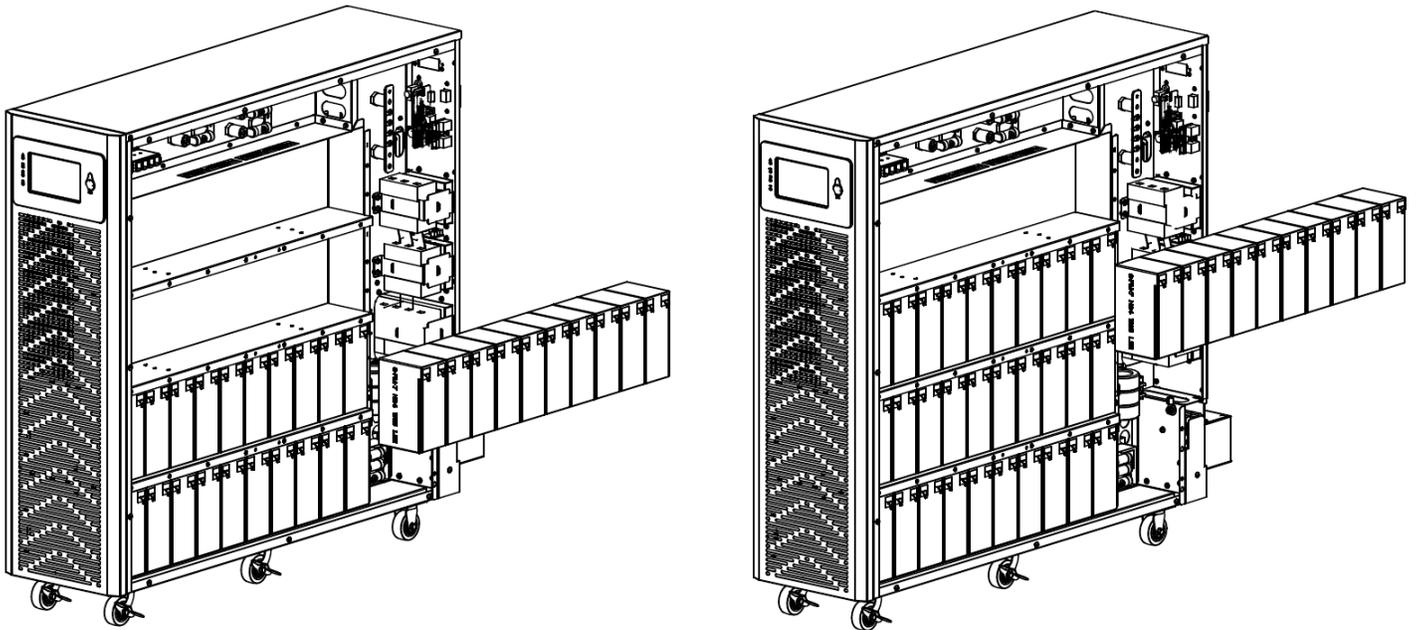

Figura 3-10: Instale las baterías en los entrepaños tercero y cuarto en el lado derecho.
- Instale 10 baterías en los entrepaños tercero y cuarto en el lado derecho (Figura 3-10). Mantenga siempre el lado de la terminal de todas las baterías viendo hacia arriba.